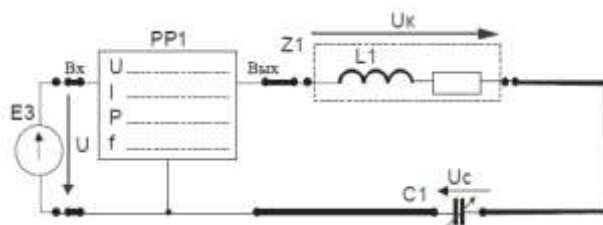

Рисунок 14 - Электрическая цепь с последовательным соединением элементов
1. Собрать электрическую цепь с последовательным соединением элементов (рис. 14) и предъявить её для проверки преподавателю.